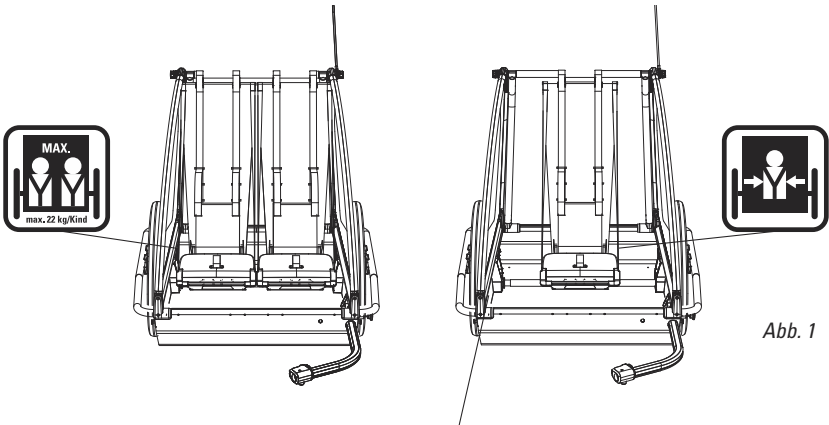

Abb. 1
- Um die Unfall- bzw. Verletzungsgefahr so gering wie möglich zu halten, müssen Kinder immer angeschnallt werden. Die höhenverstellbaren Sicherheitsgurte sind der jeweiligen Kindergrösse anzupassen. Bei Mitführen von nur einem Kind ist die «mittige» Sitzposition zu empfehlen (Abb. 1). Das Tragen eines Schutzhelms wird dringend empfohlen (landesspezifische Vorschriften beachten).